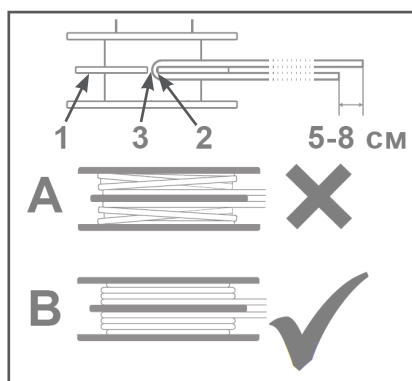

Рис. 14 Установка корда в катушку
- Отрежьте 3-4 метра корда. Используйте триммерный корд диаметром 1,6 мм. Сложите корд пополам и вставьте его в паз катушки (Рис. 14). Направление намотки корда указано на катушке. Наматывайте концы корда плотно с натягом в канавки катушки. Правильная намотка корда показана на Рис. 14В.